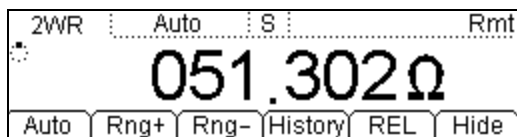

図 2-18 2 端子抵抗測定画面
2. フロントパネルの  $\Omega$  ボタンを押して、図 2-18 のように 2 端子抵抗測定動作にします。